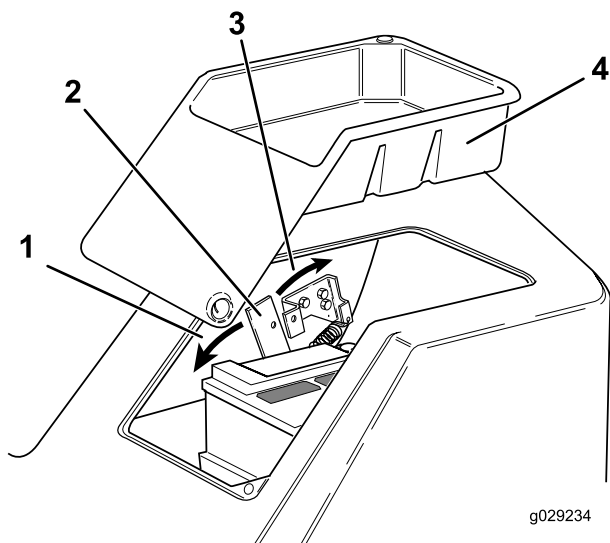

Figure 23
2. Débloquez et déposez le bac à outils situé sur le côté gauche de la plateforme (Figure 23).
4. Déplacez la poignée de verrouillage vers l'avant de la machine jusqu'à ce que les crochets du verrou soient dégagés de la barre de verrouillage et élevez la plateforme (Figure 23).
2. Déplacez la poignée de verrouillage vers l'avant de la machine lorsque la plateforme approche de la position complètement abaissée (Figure 23).
3. Abaissez complètement la plateforme et déplacez la poignée de verrouillage vers l'arrière de la machine jusqu'à ce que les crochets du verrou s'engagent complètement sur la barre de verrouillage (Figure 23).